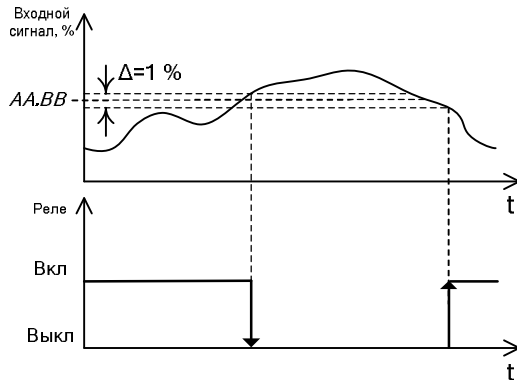

Рисунок 3 – Обратная функция
F.2	Обратная функция компаратора. Реле срабатывает, если входной сигнал меньше значения параметра СИГН. УР , см. рисунок 3